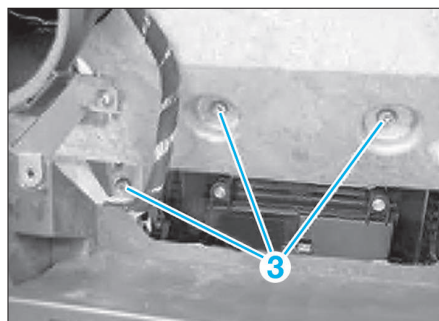

FIG. 13
- Déposer les trois vis supérieures de fixation (3) (Fig.13).